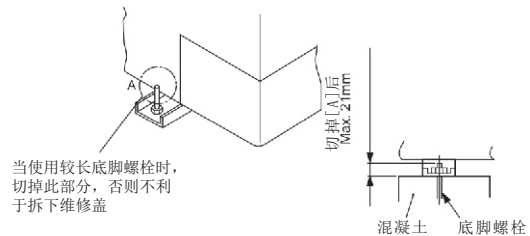

图5.2 地脚螺栓固定室外机示例
- (3) 地脚螺栓紧固室外机示例 如图5.2。
- (4) 为防止室外机倾斜产生异常噪音，或由于强风和地震造成倾倒，要切实固定室外机。
- (5) 在屋顶或阳台安装机组时，寒冷的早晨冷凝水有时会结冰。因此，避免在人常走的地方排水，防止滑倒。